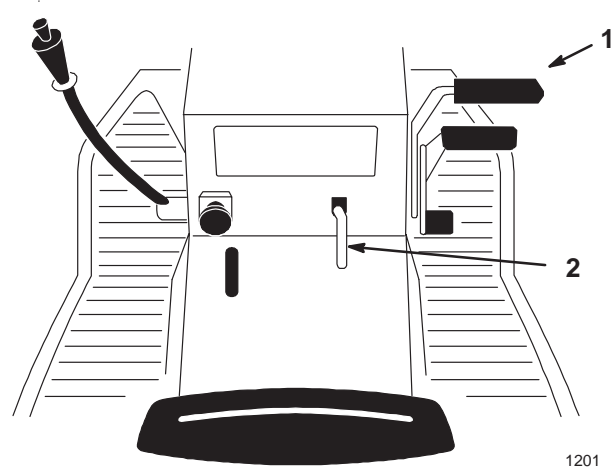

Figure 3
1. Enfoncer la pédale de frein (Fig. 3) et la maintenir en position enfoncée.
2. Relever le levier de frein de stationnement (Fig. 3) et lâcher progressivement la pédale de frein. La pédale doit rester bloquée en position enfoncée.
1. Enfoncer la pédale de frein (Fig. 3). Le levier de frein de stationnement doit se déverrouiller.